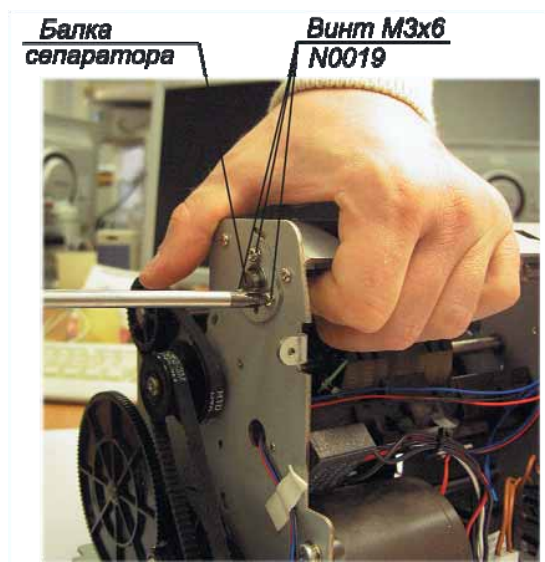

Рис. 11
2. Поднимите балку сепаратора вверх до упора (рис.11).
3. Не опуская балку зафиксируйте ее тремя винтами М3х6 N0019 (рис. 11).